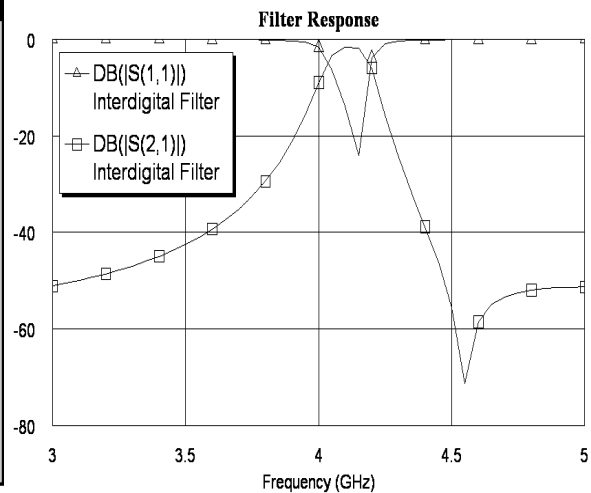

Рис. 5.37
- Сделайте активным окно графика и щёлкните мышкой по значку **Analyze** на панели инструментов. Рассчитанный график показан на рис. 5.37.